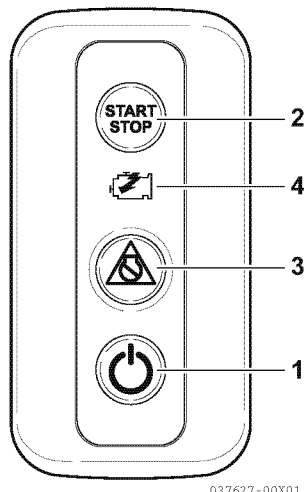

Figure 1
4. Appuyez sur l'interrupteur d'alimentation du panneau de commande de la station sélectionnée (1, **Figure 1**).
10. Appuyez sur l'interrupteur MARCHÉ/ARRÊT du moteur (2, **Figure 1**) et allumez le démarreur.